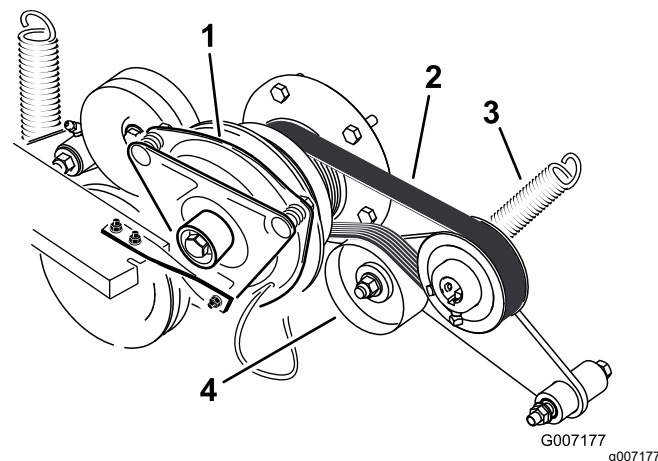

Figura 89
3. Togliete la molla di tensione dal braccio di rinvio (Figura 89).
4. Installate la nuova cinghia attorno al motore e alla puleggia della pompa idraulica (Figura 89).
6. Montate la molla sul braccio di rinvio (Figura 89).